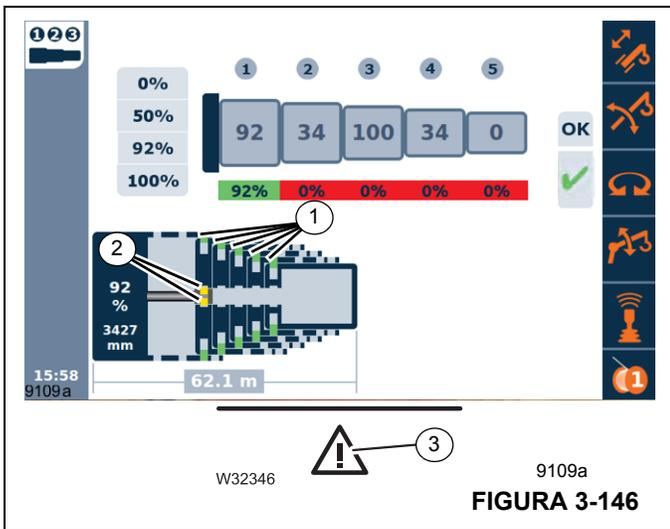

FIGURA 3-146
La relación actual de las secciones telescópicas entre ellas mismas – sección de vista superior (Figura 3-146).
La imagen en la Figura 3-146 muestra el estado de la sección y los pasadores de cilindro. Verde (1) indica que el pasador está bloqueado, amarillo (2) indica que está en una posición intermedia y rojo indica que está desbloqueado. Adicionalmente, si se muestra el triángulo de peligro (3), ¿existe un error?